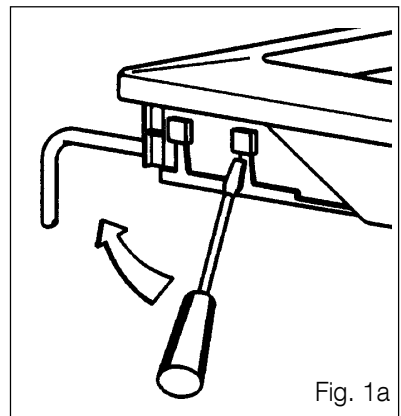

Fig. 1a
- insérez l'extrémité d'un tournevis dans les saillies situées sur le côté de l'appareil (Fig. 1a);